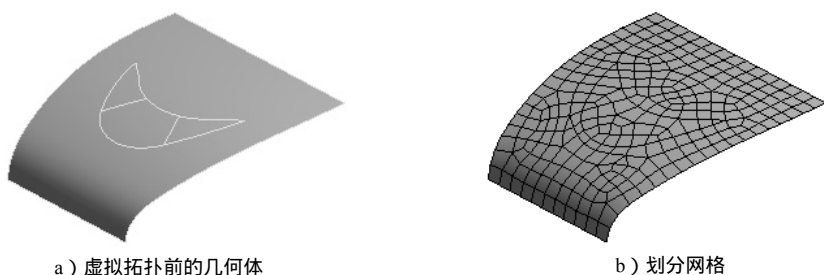
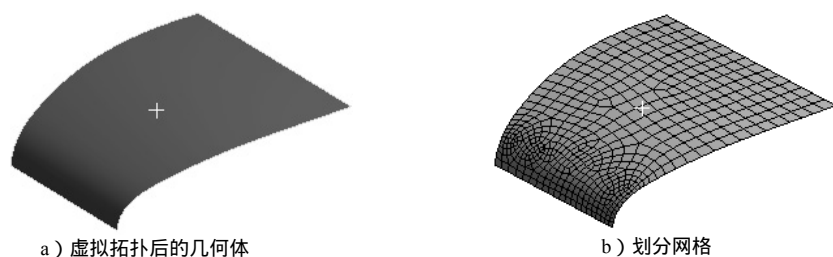

图 4.4.3 虚拟拓扑操作前
图 4.4.4 虚拟拓扑操作后
能在一定程度上提高网格划分的总体质量(图 4.4.3~图 4.4.4);最后还可以简化实体表面,从而提高选择内部几何对象的效率。
(1) 如图 4.4.3 所示,导入的面体中包含一些内部边线,这些边线将完整的面体“分割”成四块独立的面体,在划分网格时,由于这些内部边线的存在,产生了很多内部节点,网格划分完成后如图 4.4.3b 所示。
(2) 如图 4.4.4 所示,对导入的面体进行一定的虚拟拓扑操作,将所有的面通过合并简化成一整张面体,在划分网格时,由于面体内部已经没有边线,所以内部没有过多节点,此时的网格划分如图 4.4.4b 所示。